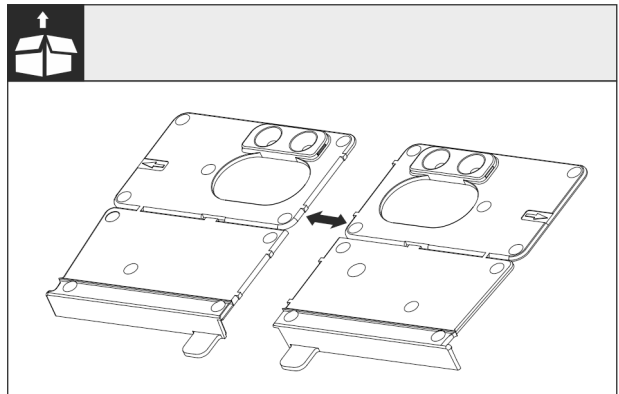

Fig. 27
► Détacher l'équerre de montage du fond Fig. 27 () au niveau de la perforation.